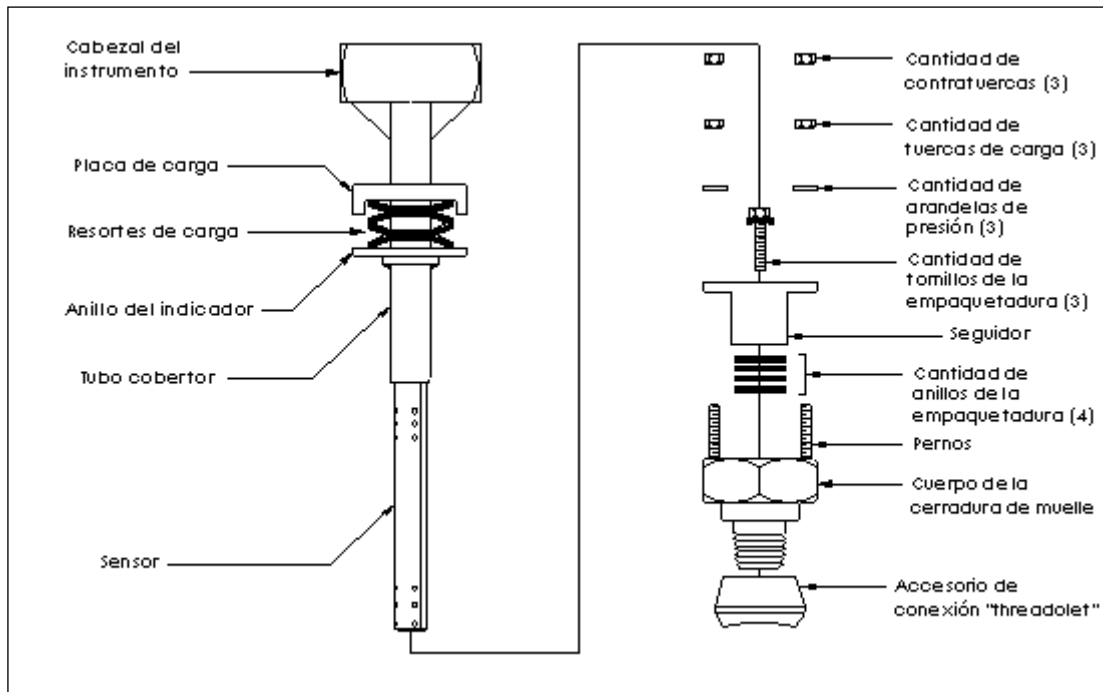

Figura 2. Conjunto del Verabar® modelo V150
- Con el seguidor y los anillos de la empaquetadura instalados en su lugar (ensamblados de fábrica), inserte sin ajustar el sensor en el cuerpo de la cerradura de muelle (consulte la figura 2). Pase el cuerpo de la cerradura de muelle por el accesorio de conexión "threadolet" (ajuste a mano) y luego inserte todo el conjunto en la tubería. Esto garantizará la alineación correcta del accesorio de conexión "threadolet" en el orificio ya perforado en la tubería.